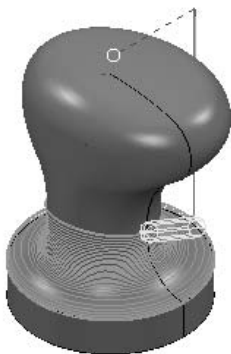

图 2-177 生成的刀具路径
5) 在“三维偏置精加工”对话框中单击“应用”按钮和“接受”按钮，确定参数并退出对话框，生成的刀具路径如图 2-177 所示。